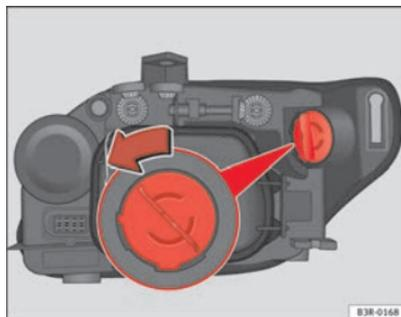

Abb. 205 Glühlampe für Blinker
- Drehen Sie den Lampenträger gegen den Uhrzeigersinn und ziehen Sie ihn ⇒ Abb. 205 mit der Glühlampe heraus.